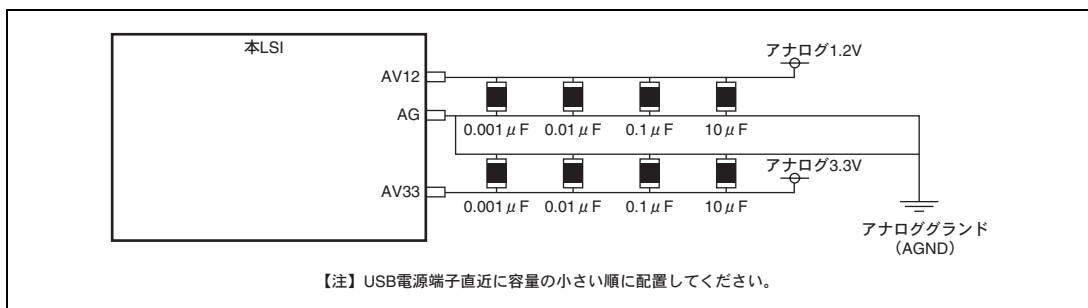

図 23.4 デカップリングコンデンサ配置例
- デカップリングコンデンサの容量値としては、0.001 μ F、0.01 μ F、0.1 μ F、10 μ Fの容量をUSB電源端子の直近に配置することを推奨します。図23.4にデカップリングコンデンサの配置例を示します。